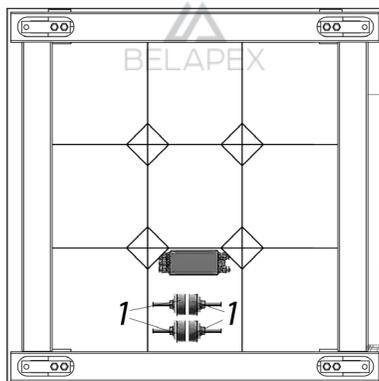

Рисунок 1. Размещение опор при транспортировании. 1 - опоры
1.5.4 Во избежание повреждения датчиков во время транспортирования, из них необходимо выкрутить опоры. Опоры должны быть уложены в отсек с обратной стороны платформы см. рисунок 1.